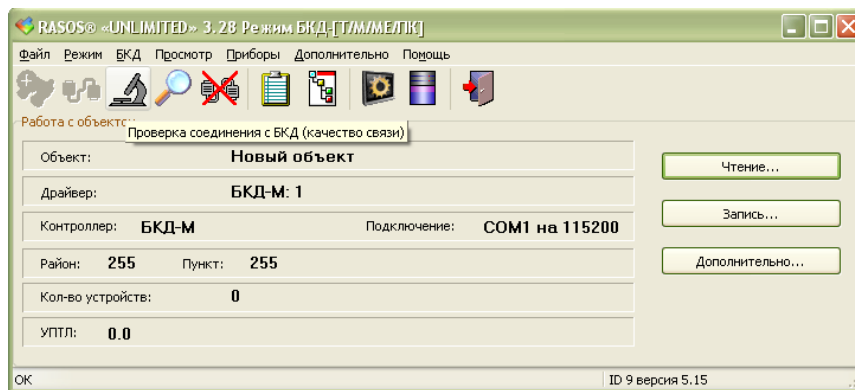

Рисунок 15 - Проверка связи с БКД-DIN
- 3) Выполнить команду «БКДПроверка связи» (рисунок 15).